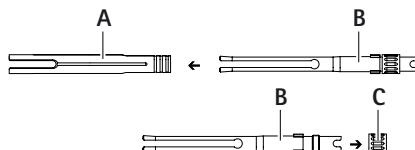

Afb. 7
- Neem klemhuls 2 eraf, zie Afb. 7.